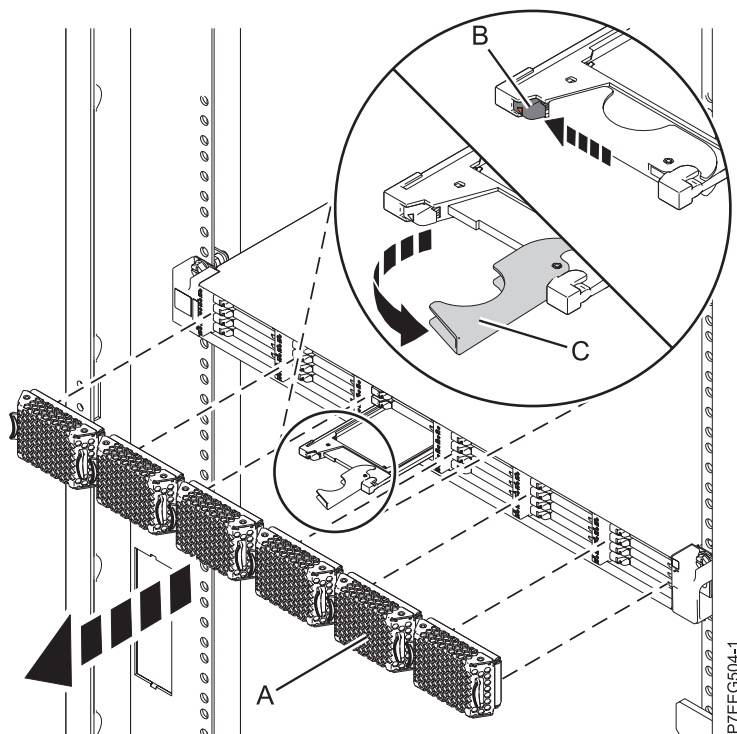

Figura 34. Extracció de la unitat d'estat sòlid des de Allotjament d'emmagatzematge EDR1 PCIe
4. Quan el LED d'identificació d'unitat d'estat sòlid es torni sòlid, desplaceu el pestell d'alliberació (B) amb compte per tal de desbloquejar la nansa de la unitat. Consulteu Figura 34.
5. Agafeu la nansa (C) i feu sortir parcialment la unitat de la ranura.